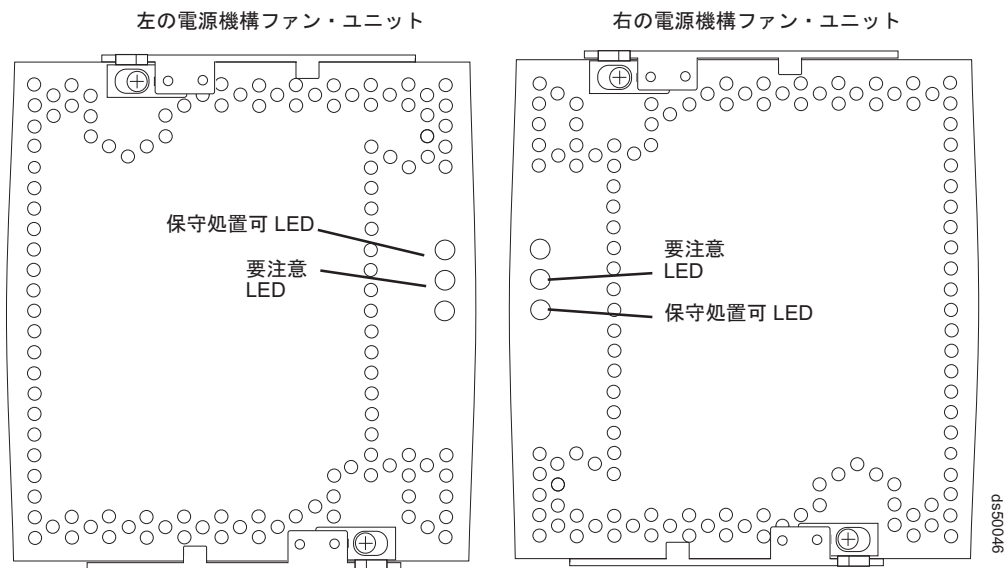

図 111. 電源機構およびファン・ユニットの要注意 LED
5. 各電源機構およびファン・ユニット上の要注意 LED を確認します。(図 111 は、左方の電源機構およびファン・ユニットの保守処置可 LED が最上部の、すなわち最初の LED であり、要注意 LED が 2 番目の LED であることを示しています。右方の電源機構およびファン・ユニットでは、保守処置可 LED が最下部の LED であり、要注意 LED が、その上の LED です。)